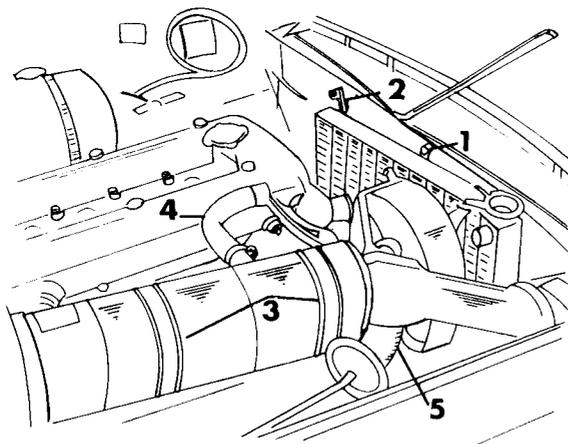

Bild 3
- Unter Bezug auf Bild 3 die Befestigungsschrauben (1) des Kühlers von der Karosserie lösen und die Gummilager mit Abstandsstücken und Befestigungswinkeln (2) abnehmen.
- Unter Bezug auf Bild 3 die beiden Befestigungsschellen (3) der Luftfilterbefestigung lockern, den Belüftungsschlauch (4) zwischen Luftfilter und Zylinderkopf nach dem Lösen der Schlauchschellen abziehen und den Warmluftschlauch vom Filter abschliessen. Den Luftfilter herausheben.